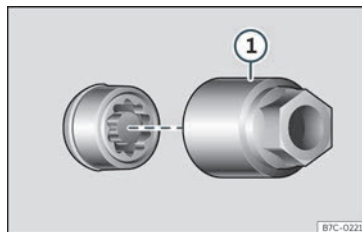

Fig. 36 Parafuso antirrobo da roda con capuchón e adaptador.
- Encaixe o adaptador especial»» fig. 36 ① (ferramenta de a bordo»» páx. 45) no parafuso antirrobo da roda ata o tope.